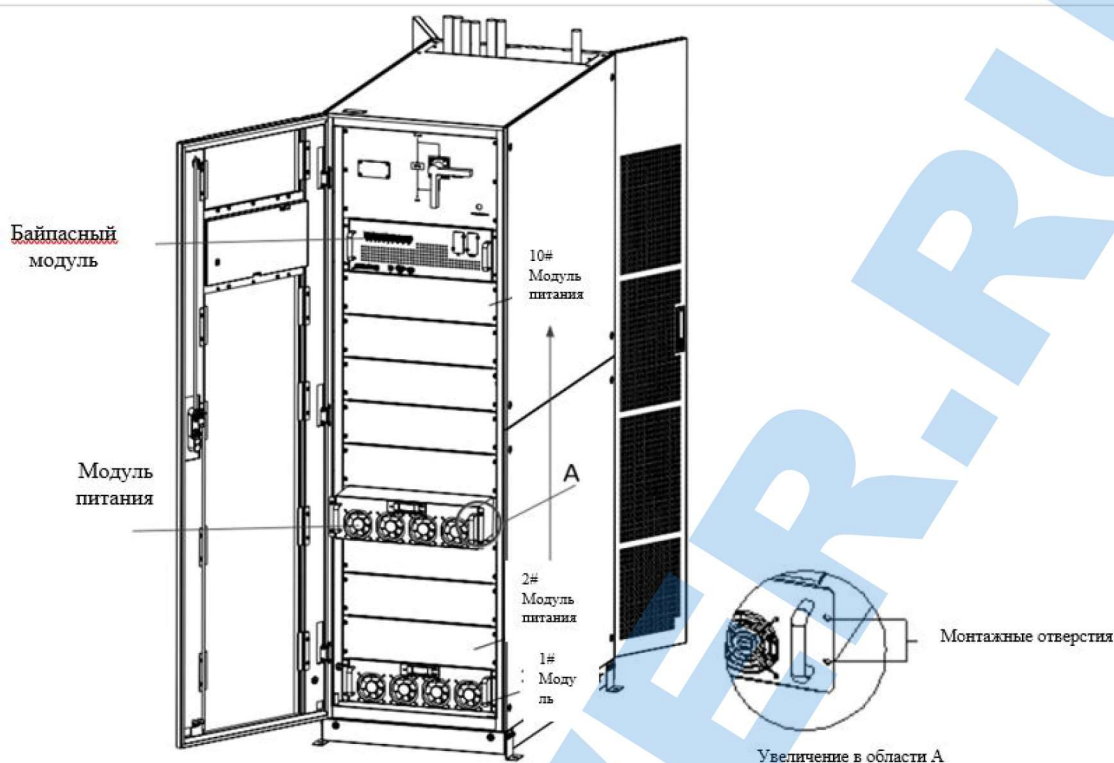

Рисунок 3-9. Установка силового модуля.
Установка в ИБП силовых блоков показана на рис.3-9. Устанавливайте блоки последовательно, снизу - вверх, чтобы предотвратить наклон кабинета из-за высокого центра тяжести. Установки силовых блоков производится следующим образом (на примере ИБП 10 слот):
5. Зафиксируйте блок в шкафу используя монтажные отверстия с обеих сторон передней панели (Рис. 3-9).